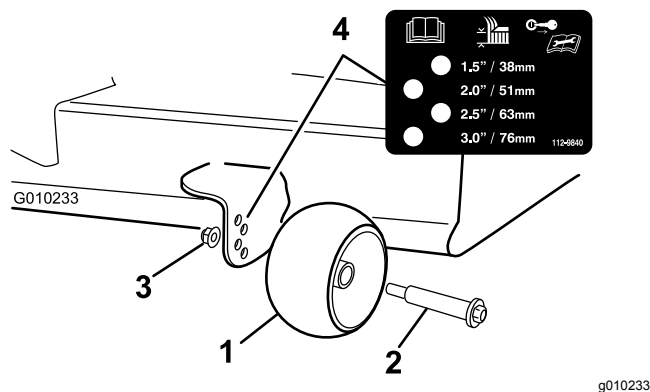

Figura 23
3. Ajuste los rodillos protectores del césped (Figura 23) a la posición de altura de corte más próxima.